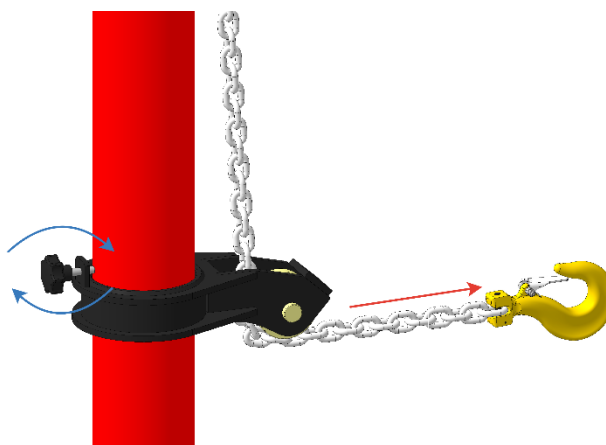

Рисунок 67
- Установите направляющий блок в положение, которое обеспечит желаемый угол направления цепи, и затяните болт на блоке (рисунок 67).